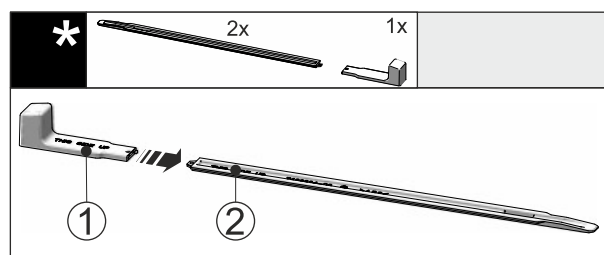

Fig. 50
- Insérer la poignée de montage Fig. 50 (1) dans le rail de nivellement Fig. 50 (2).